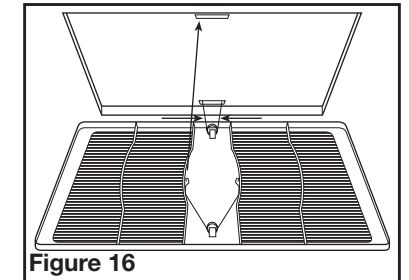

Figure 16
REMARQUE : Si la bride de montage est installée sur le boîtier du ventilateur, enlevez les deux vis qui relient la bride de montage du plafond au boîtier et mettez de côté (**Figure 16**).
- STANDARD AND HUMIDITY SENSING MODELS:** Install the grill by squeezing the two ends of the springs together and installing them up into the slots on the fan's housing. Push the grill up into position (**Figure 16**).
5a. MODÈLES STANDARDS ET AVEC DÉTECTION D'HUMIDITÉ: Installer la grille en pressant ensemble les deux extrémités des ressorts et en les installant dans les fentes du châssis du ventilateur. Pousser la grille en position (**Figure 16**).